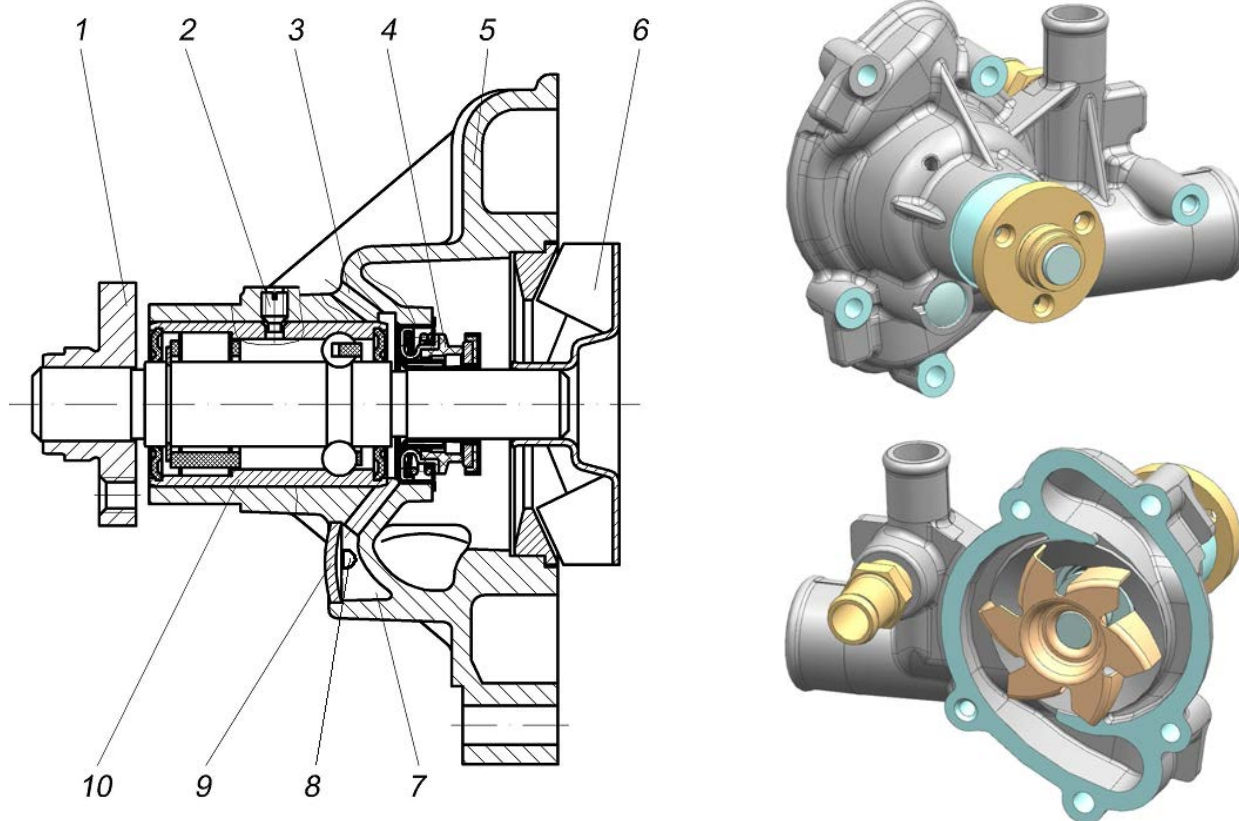

Рис.36. Водяной насос:
**Водяной насос** (рис.36) – центробежного типа, установлен на крышке цепи. Подача охлаждающей жидкости насосом осуществляется в блок цилиндров.